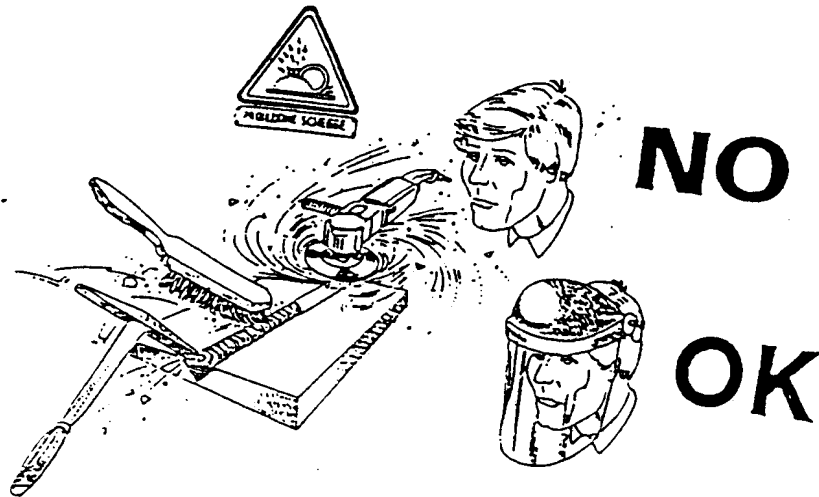

FIG.5
-Lleven siempre gafas de protección con cristales transparentes para evitar que las astillas u otras partículas extrañas puedan dañarles los ojos (Fig. 5).